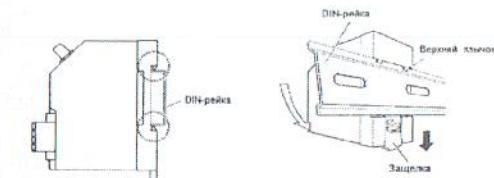

Рис.2 Монтаж проксимитора
4.2 Методика крепления проксимитора WK отличается в зависимости от модели: на DIN-рейку 35 мм или непосредственно на корпус или панель (рис. 2)